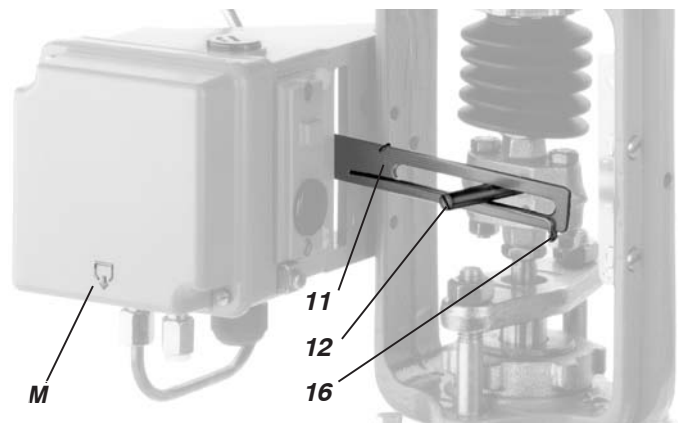

Abb. 12: Abgriff des Stellungsreglers Montage-seite links
- Anlenkbolzen **12** in die Antriebskupplung schrauben (siehe Abb. 12).
Den Anlenkhebel **11** so auf die Durchführungs-welle **15** und den Anlenkbolzen **12** aufstecken, daß sich die Ausgleichsfeder **16** bei Montage-seite links unter dem Anlenkbolzen **12**, bei Montage-seite rechts über dem Anlenkbolzen **12** befindet (siehe Abb. 12). Anlenkbolzen einschrauben.
- Gehäusedeckel so anschrauben, daß sich die Kondenswassernase bei angebautem Gerät unten befindet** (siehe Markierung 'M' in Abb. 12).